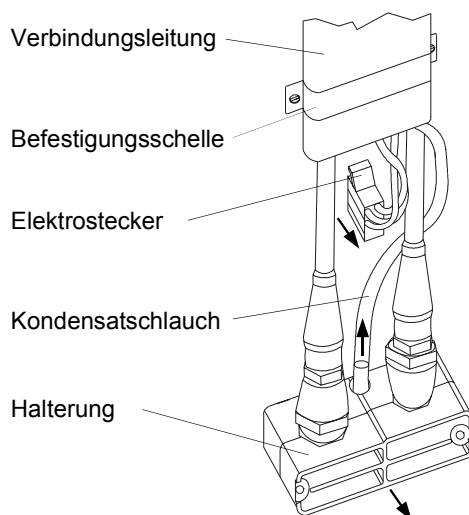

Bild 13
5. Schrauben Sie die Befestigungsschelle der Verbindungsleitung ab (Bild 13).
6. Drücken Sie auf die seitliche Lasche des Elektrosteckers und ziehen Sie den Stecker aus der Buchse. (Bild 13).
7. Entfernen Sie das Oberteil der Halterung durch Herausdrehen der beiden Schrauben (Bild 13).
8. Ziehen Sie den Kondensatablaß-Schlauch ab (Bild 13).